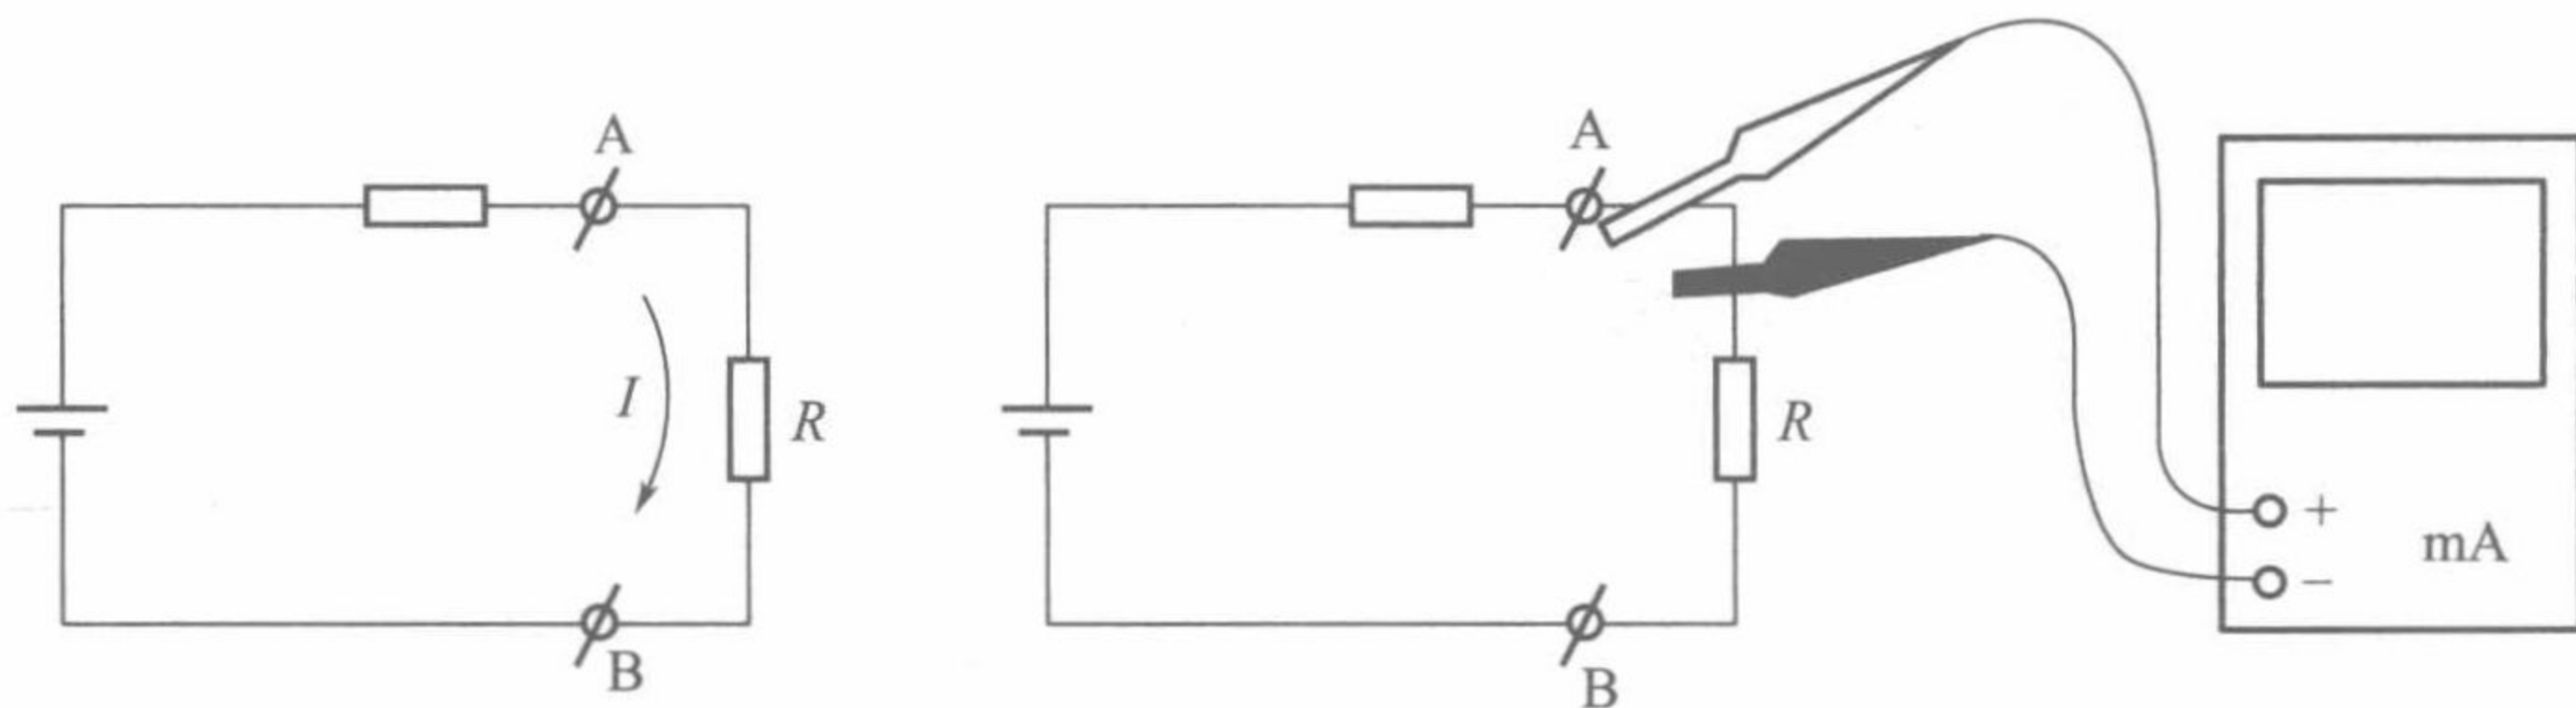

图 1-7 直流电流的测量
(1) 测量直流电流的方法
① 把转换开关拨到直流电流（mA）挡，估计被测电流的大小，选择合适的量程。如果不知道被测电流的大小，先选最大电流挡试测。根据指针的偏角度，再选择合适的量程。
② 如图 1-7 所示，万用表串接于被测电路中，并注意极性不能接反，红表笔一端插入标有“+”的插孔，另一端接被测量的正极；黑表笔一端插入标有“-”的插孔，另一端接被测量的负极，即应使电流从红表笔端流入，由黑表笔端流出。